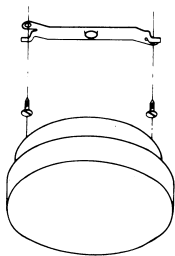

FIGURA 6
3. Utilice los tornillos de montaje incluidos para la fijación a tacos o a la madera. Para colocarlos en yeso o paneles de yeso, puede necesitar anclajes plásticos y tornillos. Vea la figura 6.
4. Atornille firmemente el soporte de montaje a la superficie. **NOTA:** Antes de instalar la alarma de humo en una pared, asegúrese de que la flecha en el soporte de montaje esté apuntando arriba, hacia el techo. Vea la figura 6.